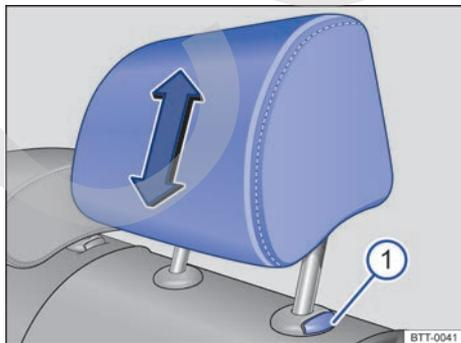

Fig. 101 Apoyacabezas traseros: desmontaje.
- Extraiga el apoyacabezas completamente a la vez que presiona la tecla → fig. 101 ①.